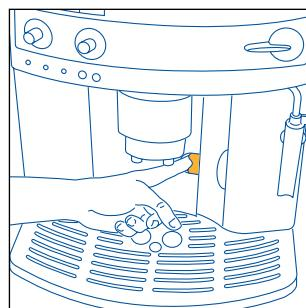
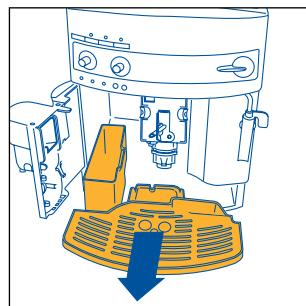

Рис. 15
Рис. 16
ПРИМЕЧАНИЕ 7: кофеварка подсчитывает количество чашек воды, которые были приготовлены. Каждые 14 маленьких чашек (или 7 больших)  загорается индикатор (гл. 12, пункт 3), предупреждая, что кассета для кофейной гущи заполнена и ее необходимо вытряхнуть и прочистить. До очистки кассеты для гущи лампа остается горящей, а кофеварка больше не готовит кофе. Для того, чтобы произвести очистку, откройте дверцу для обслуживания, расположенную в передней части, потянув за специальную ручку, рис. 15; загорится мигающий индикатор  , см. пар. 12, п. 9, затем извлеките ванночку для сбора воды, рис. 16, слейте и очистите ее.
- откройте дверцу для обслуживания, рис. 15;
- извлеките ванночку для сбора воды и кассету для гущи, рис. 16 и промойте их;